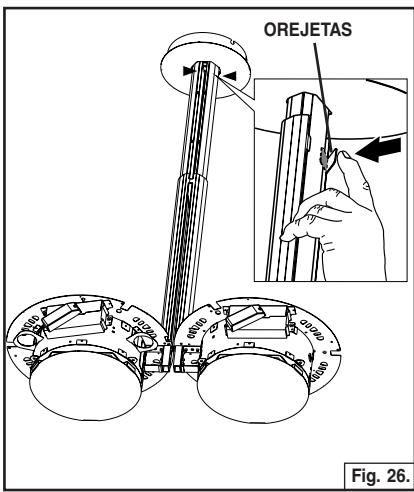

Fig. 26.
3. Pliegue las dos orejetas de la cubierta del brazo inferior sobre la cubierta del brazo superior. Repita el procedimiento para la otra cubierta. Fig. 26.